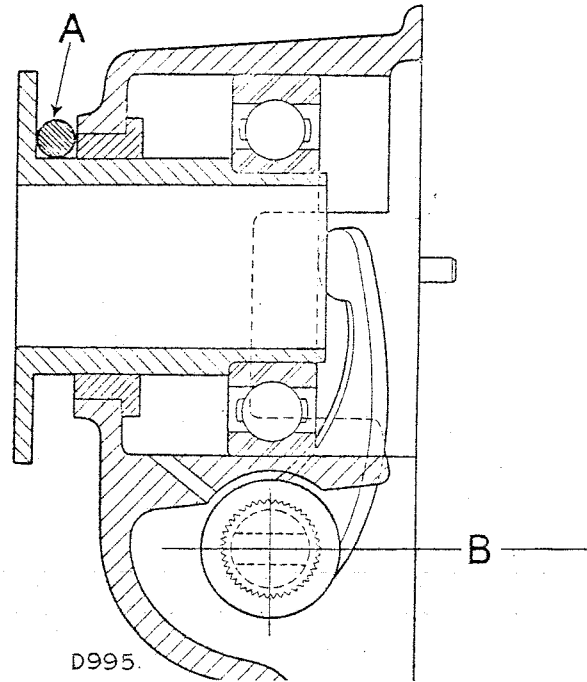

Fig. B-7—Ajuste del eje de retroceso.
3. Colóquese una barra de sección redonda, de 11 mm, entre el manguito de retroceso y la cubierta. Véase Fig. B-7. Esto proporcionará la posición requerida de la horquilla de retroceso al introducirse el eje transversal.